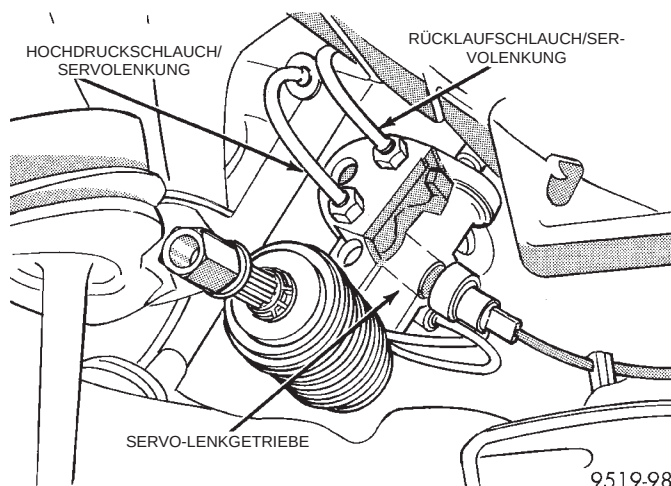

**Abb. 49 Anschlüsse der Servolenkungsschläuche am Lenkgetriebe**
(11) Den Rücklaufschlauch vom Lenkgetriebe abbauen (Abb. 49).